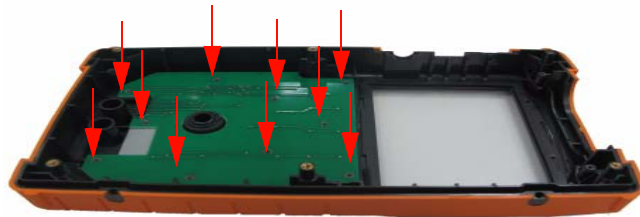

Figura 8-11 Tire os dez parafusos da tampa frontal
- 2 Afrouxe os parafusos como mostrado Figura 8-11, abaixo, para tirar a placa de interface do teclado.